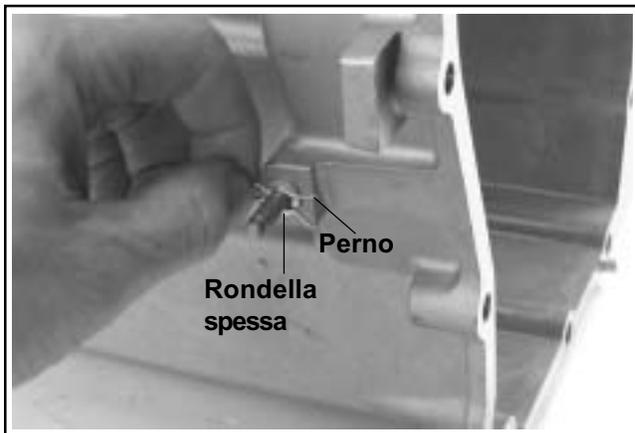

Figura 10-4. Fissaggio dell'albero del regolatore.
3. Inserire a fondo la rondella reggispinta spessa sull'albero dall'esterno. Fissarla inserendo il perno nella scanalatura lavorata. Vedere Figura 10-4.